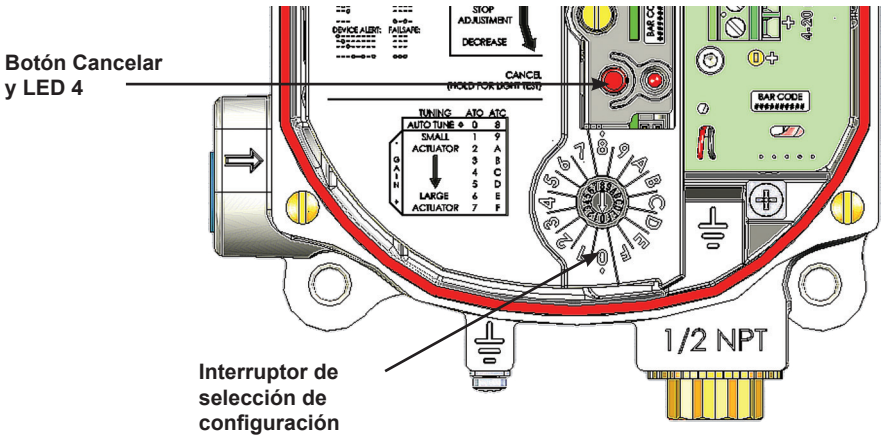

Figura 23 - Interruptor de selección de configuración
- Utilice el interruptor de selección de configuración para seleccionar un valor de ajuste predeterminado (Figura 23).